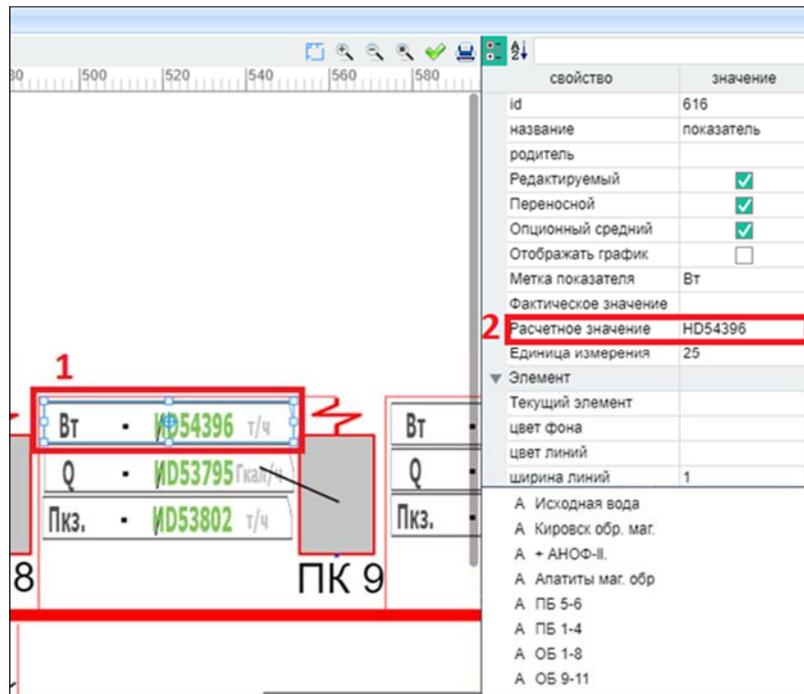
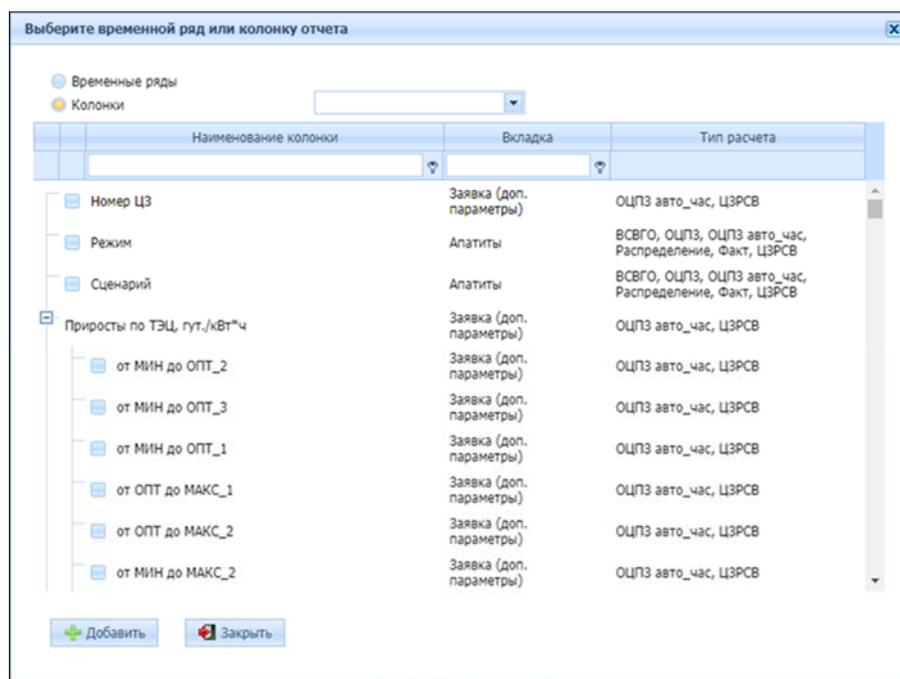

Рисунок 4.9.16 – Привязка расчетного значения к показателю
Рисунок 4.9.17 – Внешний вид окна «Выберите временной ряд или колонку отчета»
После нажатия на (1) показатель, справа появится свойство и значение, необходимо нажать на (2) «Расчетное значение» (рис. 4.9.16) ЛКМ для открытия нового окна, в котором можно выбрать из списка привязку к временному ряду или колонке отчета для отображения на мнемосхеме (рис. 4.9.17) двойным нажатием на ЛКМ.